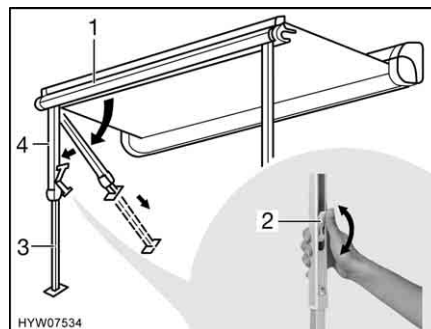

Bild 55 Stützfüße aufstellen
- Die Stützfüße (Bild 55,4) aus der Frontleiste (Bild 55,1) herausklappen und aufstellen.
- Die Verriegelung an den Stützfüßen öffnen. Dazu den Verriegelungshebel (Bild 55,2) nach oben umlegen.
- Den unteren Teil der Stützfüße (Bild 55,3) bis zur gewünschten Länge herausziehen.